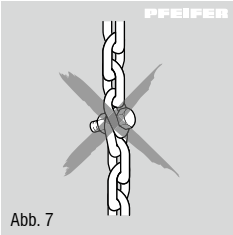

Abb. 7
- Lastkette nicht knoten oder mit Bolzen, Schraube, Schraubendreher oder ähnlichem verbinden. Fest in Hebezeuge eingebaute Lastketten dürfen nicht instandgesetzt werden (Abb. 7). Die Ketten dürfen nicht verdreht oder verlängert werden.